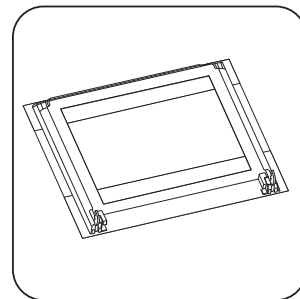

Figure 33: Placez la porte sur une surface douce
4. Mettez la porte sur un tissu doux sur une surface stable (Figure 33).